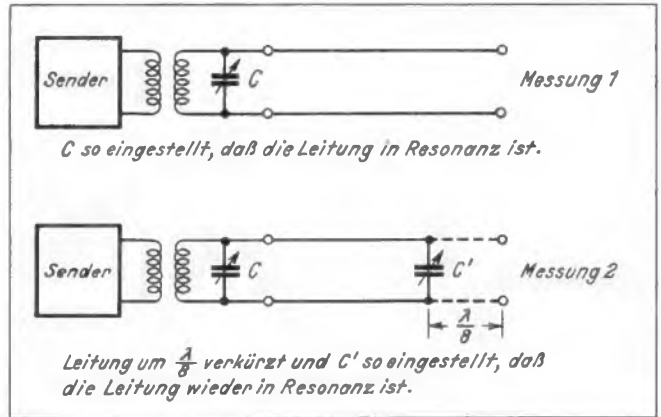

Bild 3. Ermittlung von Z
c) Bis in das UKW-Gebiet hinein ist nach Bild 3 noch folgende Methode anwendbar (siehe auch HFT und ELA 1930, Seite 122, H. O. Roosenstein):